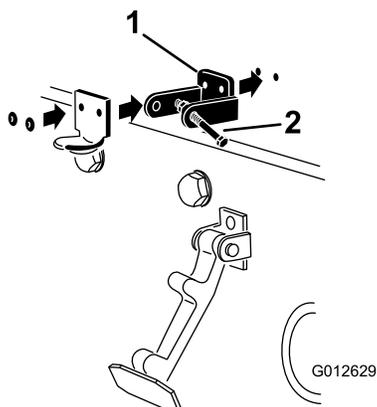

図 4
3. CEロックブラケットとフードラッチブラケットの穴を整列させてフードにセットする **図 4**。
5. ブラケットとワッシャをフードにリベットで固定する **図 4**。